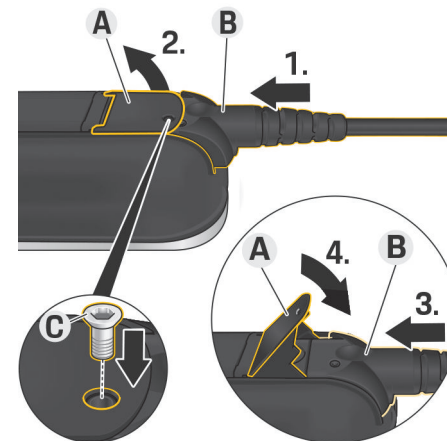

Fig. 104 Fijación del cable y el enchufe
- ✓ La palanca **A** (Fig. 104) está cerrada.
1. Inserte el enchufe **B** (Fig. 104) en la unidad de control hasta que note la primera resistencia.
2. Levante la palanca **A** (Fig. 104).
3. Inserte el enchufe **B** (Fig. 104) completamente.
4. Cierre la palanca **A** (Fig. 104).
5. Fije el enchufe **B** (Fig. 104) a la unidad de control con el tornillo **C** (Fig. 104).